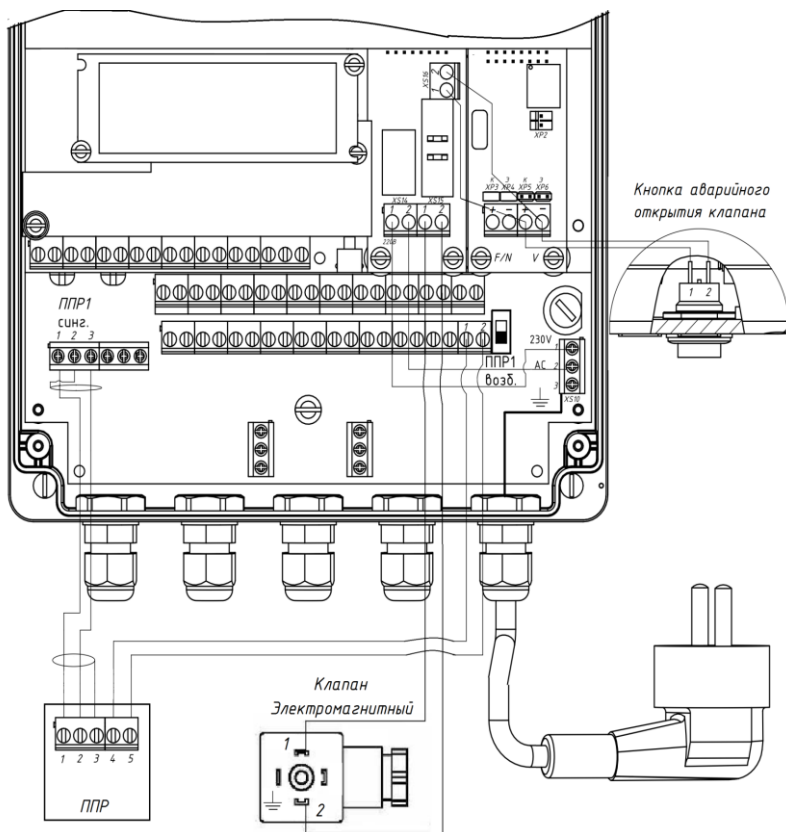

Рис.4.1.Схема электрических подключений.
1. Установить ПРП (10) с клапаном (7) и монтажными удлинителями (8,9) в магистраль с жидкостью, которую необходимо дозировать.
3. Подключить с помощью линий связи ПРП (10), ИВБ (1) и клапан (7) с импульсным реле (4). Схема подключения приведена на рис.4.1